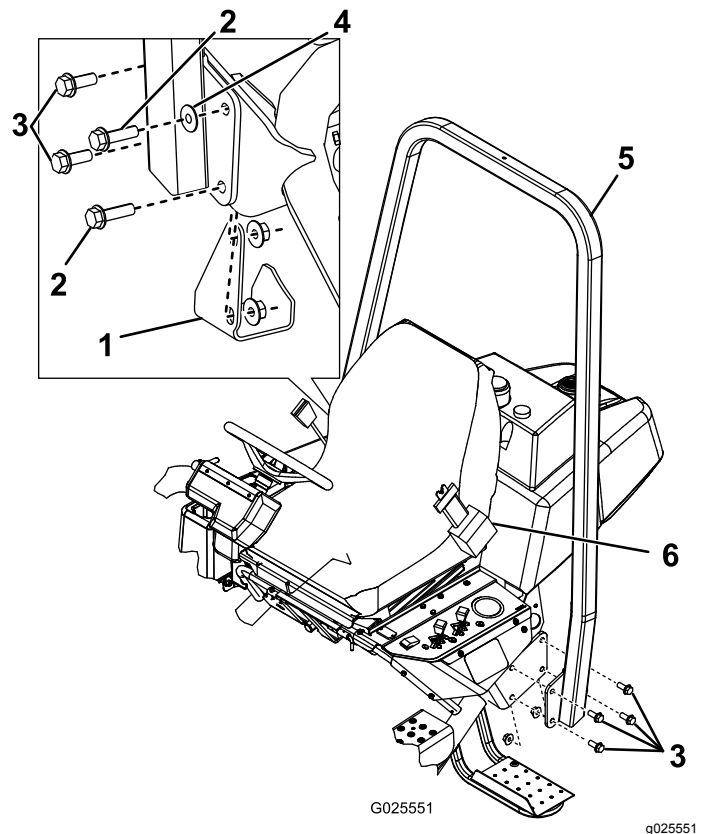

Figura 6
- Baje el bastidor ROPS (Figura 6) sobre los soportes de montaje, alineando los taladros de montaje.
- Sujete cada lado de la barra anti-vuelco a los soportes de montaje con 4 pernos ($\frac{1}{2}$ " x $1\frac{1}{2}$ ") y contratuercas (Figura 6). Apriete las fijaciones a 91–115 N·m.
- Sujete cada lado de la barra anti-vuelco, y el apoyo del gato que retiró anteriormente, al soporte de montaje con 2 pernos ($\frac{1}{2}$ " x $1\frac{1}{2}$ "), 2 pernos ($\frac{1}{2}$ " x $1\frac{3}{4}$ "), 1 arandela y contratuercas, según se muestra en Figura 6. Apriete las fijaciones a 91–115 N·m.
Importante: Asegúrese de instalar la arandela en la posición correcta, según se muestra en Figura 6.